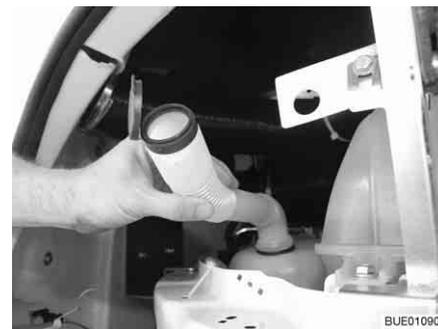

Fig. 46 Bocchettone di riempimento in posizione di riempimento
- Ruotare il tubo flessibile in modo che l'apertura di rifornimento indichi verso l'alto (Fig. 46).